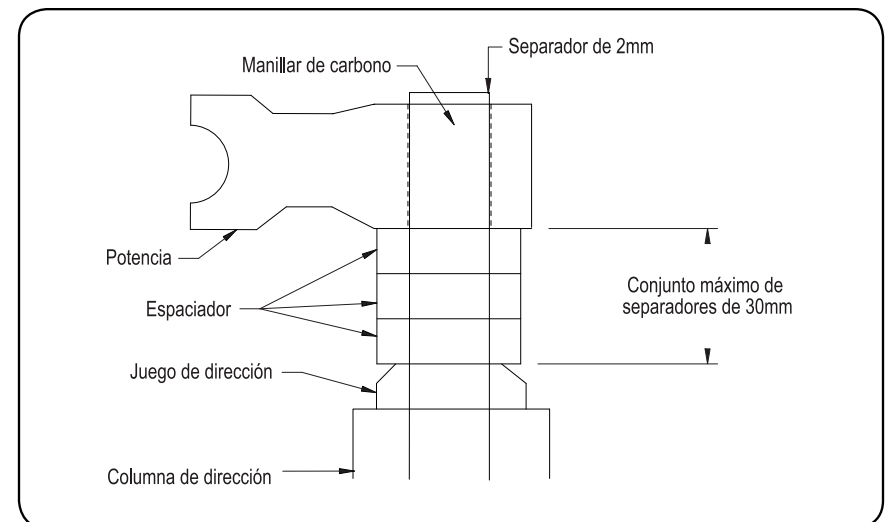

Fig. 1
2. Instale un separador de 2mm por encima de la potencia, para que la corona ajuste bien. La altura total de los separadores que se coloquen no deben superar los 30mm (**Fig. 1**).